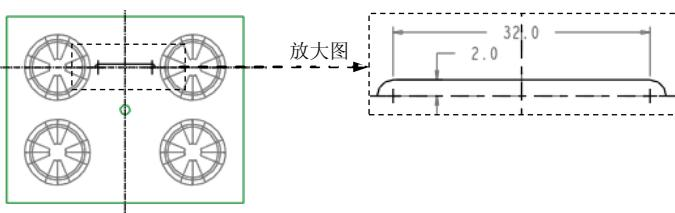

图 22.15 截面草图
- (1) 单击 **模型** 功能选项卡 **切口和曲面** ▾ 区域中的 **旋转** 按钮。
- (2) 定义草绘截面放置属性。右击，从快捷菜单中选择 **定义内部草绘...** 命令。草绘平面为 **MAIN_PARTING_PLN** 基准平面，草绘平面的参考平面为 **MOLD_RIGHT** 基准平面，草绘平面的参考方向是 **右**。单击 **草绘** 按钮，系统至此进入截面草绘环境。
- (3) 进入截面草绘环境后，选取 **MOLD_FRONT** 和 **ADTM3** 基准平面为参考，绘制图 22.15 所示的截面草图。完成特征截面后，单击“草绘”操控板中的“完成”按钮 。
- (4) 定义旋转角度。旋转角度类型为 **上**，旋转角度为 **-180°**。
- (5) 在“旋转”操控板中单击操控板中的 按钮，完成特征创建。